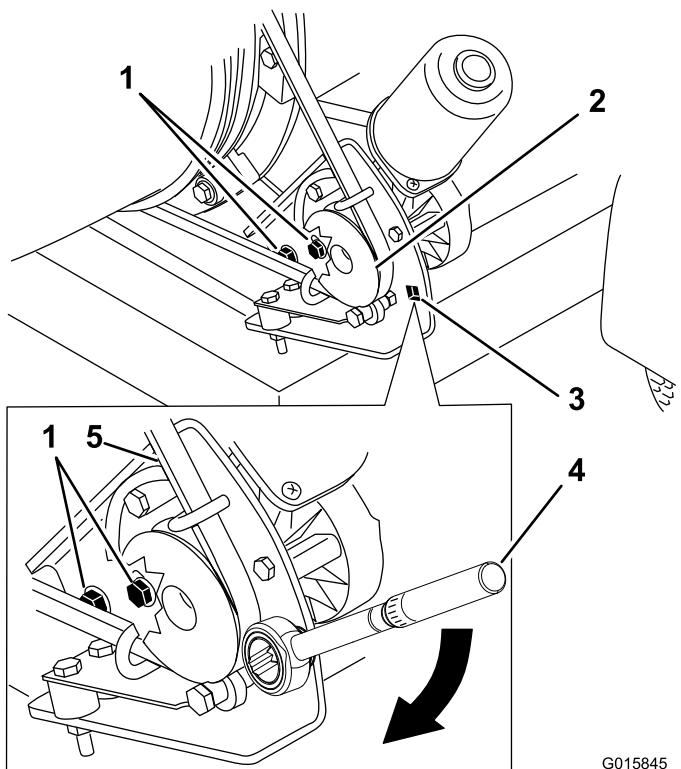

図 47
2. モータ取り付けブラケットを機体フレームのハウジング取り付け部に固定しているフランジキャリッジボルト2 本とフランジロックナット2 個をゆるめる図 47。
3. 図 47のように、プーリ取り付けブラケットにトルクレンチを差し込む。
4. ブロアのノズルから離れる方向にモータ取り付けブラケットを回し、レンチを締めて、締め付けトルクを $22.6\text{--}26.0 \text{ N}\cdot\text{m}$ $2.3\text{--}2.6 \text{ kg.m}$ $= 200\text{--}230 \text{ in-lb}$ とする図 47。